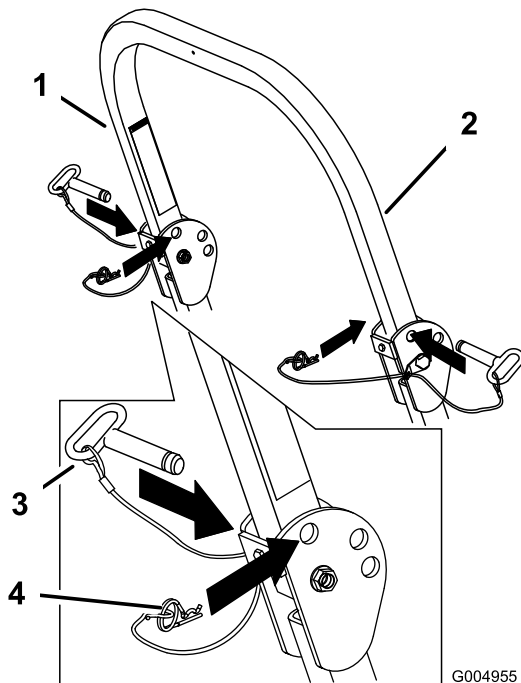

Figura 11
1. Togliete le spine delle coppiglie e le 2 spine (Figura 11).
3. Montate le 2 spine e fissatele con le coppiglie (Figura 11).
2. Alzate completamente il roll bar, montate le 2 spine, quindi fissatele con le coppiglie (Figura 11).